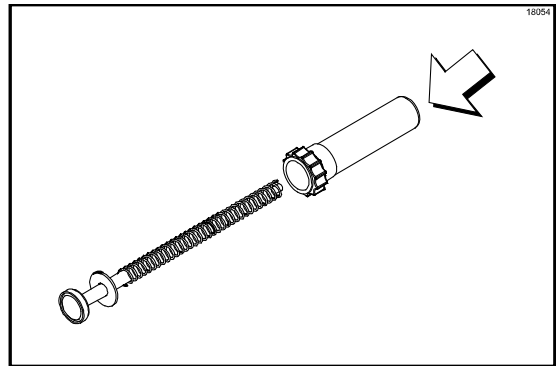

Figure 91
6. Installer l'extrémité évasée du tube du piston (avec l'insert et l'écrou) dans l'assemblage du piston (Cf. Figure 91).